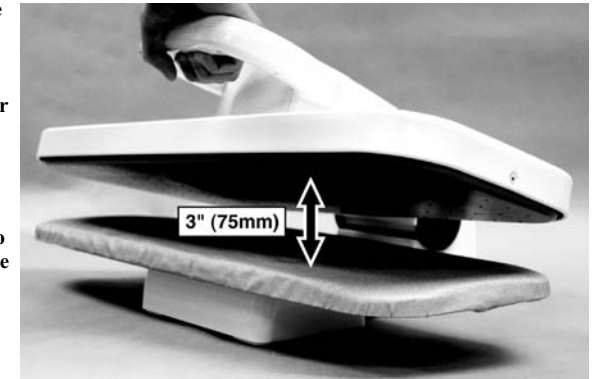

FIGURA 3
2. Sostenga la Placa de Planchar aproximadamente 75 mm. (3") sobre el Tablero de Planchar (FIGURA 3).
PRECAUCIÓN: No utilice la función de la ráfaga de vapor cuando la unidad es totalmente cerrada, pues ésta puede causar daño a la unidad. Para mejores resultados, sostenga la Placa de Planchar abierta aproximadamente 75 mm. (3") sobre el Tablero de Planchar cuando empuje el Botón de Ráfaga de Vapor (FIGURA 3).